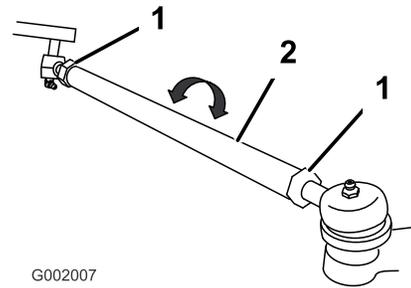

图 51
5. 如果测量值超出规定的范围、请松开横拉杆两端的锁紧螺母(图51)。